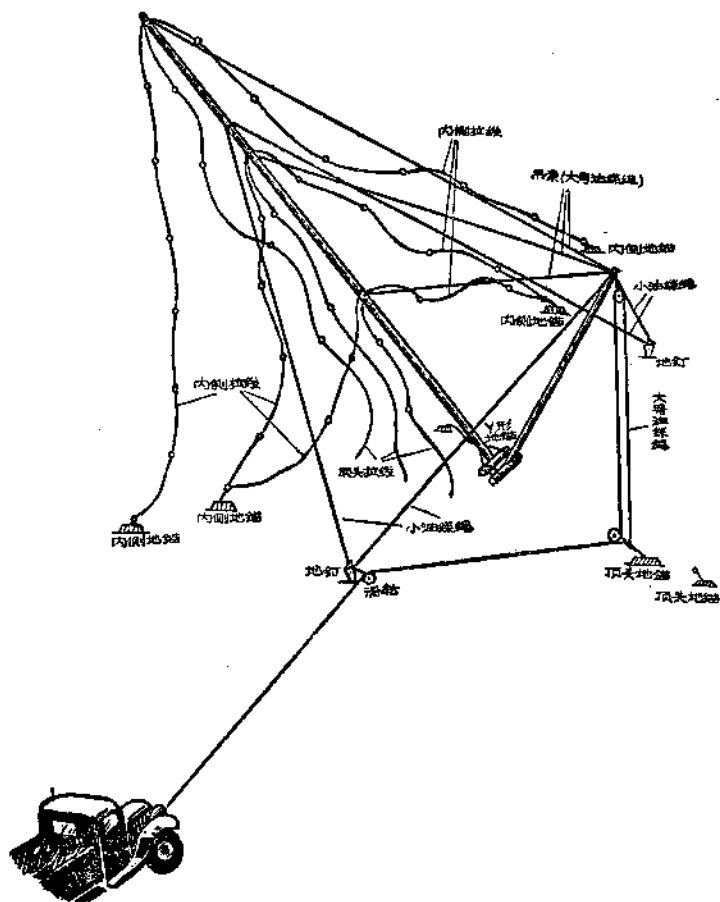

图 10 汽车牵引立天线杆情况
① 立附杆之前应将天线杆与附杆的横木用油丝绳套连接。为防止杆根滑动，在距天线杆根 4—5 米处埋一 Y 形地锚，其鼻圈套在天线杆横木两侧。
② 在附杆头部和内侧顶部拉线的地锚鼻上各挂一滑轮。油丝绳的一头固定在地锚鼻上。油丝绳通过附杆和地锚鼻上的滑轮及固定于一个地钉上的滑轮，其另一头则固定在汽车挂钩或绞盘上。
③ 用倒车或用绞盘转动油丝绳的方法将附杆立至 80° — 85° 。
4. 天线杆的稳固装置（见图 10）